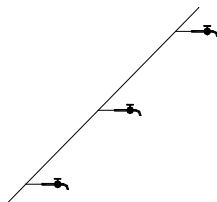

图 2-108 打开素材
**01** 按 Ctrl+O 组合键，打开配套光盘提供的“第 2 章/2.3.12 修改附件.dwg”素材文件，结果如图 2-108 所示。